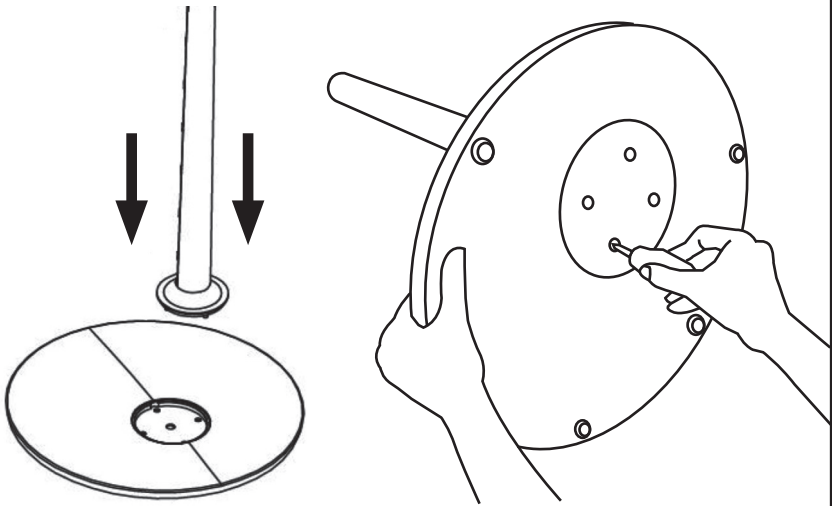

Fig.2
- Ensartar el tubo superior (N) en el tubo inferior (O) con las manos cerca de la zona del cable, girando la rosca en el sentido de las agujas del reloj para apretarlo. (Fig. 2).